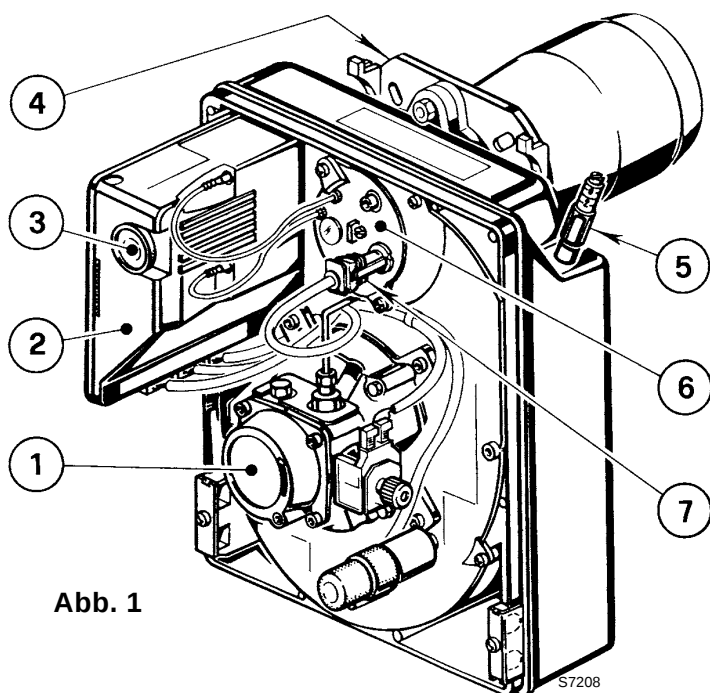

Abb. 1
- 】 Effettuare la pulizia della fotoresistenza (7, fig. 1, pag. 1).
Un'anomalia, nel funzionamento nella maggior parte dei casi, porta alla accensione della segnalazione all'interno del pulsante di sblocco dell'apparecchiatura di comando e controllo (3, fig. 1, pag. 1).